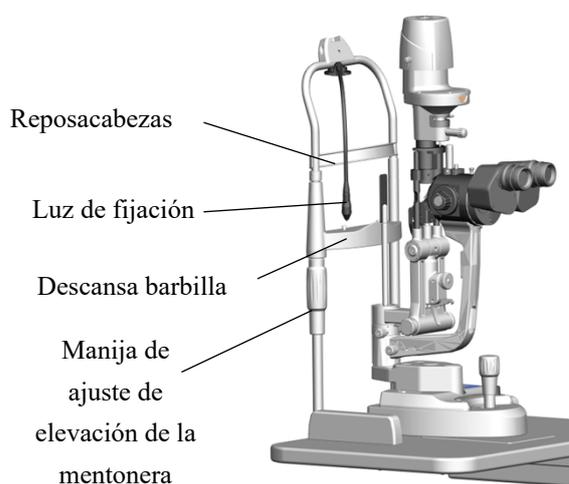

Figura 3.2.1
2. El uso de un objetivo de fijación es para fijar la visión del paciente, de modo que el ojo no examinado del paciente esté mirando al objetivo de fijación. Al cambiar la posición de fijación, gire la barra de fijación hacia arriba y hacia abajo o hacia la izquierda y hacia la derecha para obtener la posición de destino de fijación deseada (consulte la Figura 3.2.1).